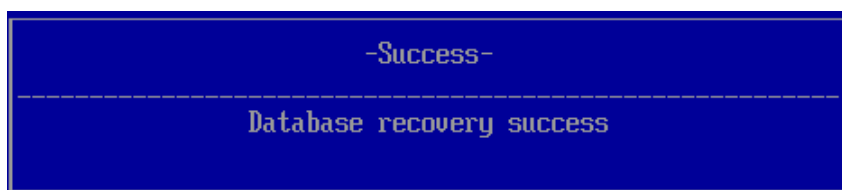

Рисунок 1.9 – Сообщение об успешном восстановлении БД
1.2.6 После завершения процедуры восстановления БД изделия на экран ЭВМ будет выведено сообщение об успешности восстановления БД изделия (рисунок 1.9).
1.5.7 После завершения процедуры восстановления БД изделия на экран ЭВМ будет выведено сообщение об успешности восстановления (рисунок 1.9).